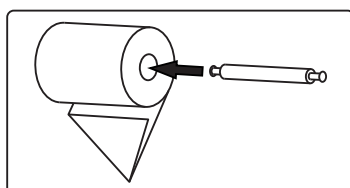

Fig.9
- d▶ Insira o eixo da impressora no centro da bobina (Fig. 9).